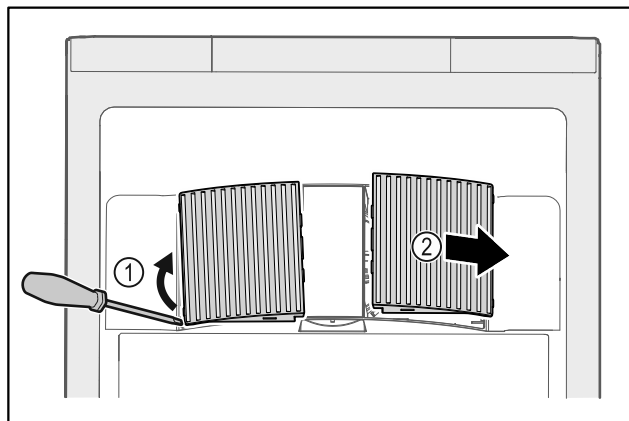

Fig. 126
- ▶ Pokrov ventilatorja previdno dvignite s strani Fig. 126 (1) in ga odstranite v smeri naprej Fig. 126 (2).